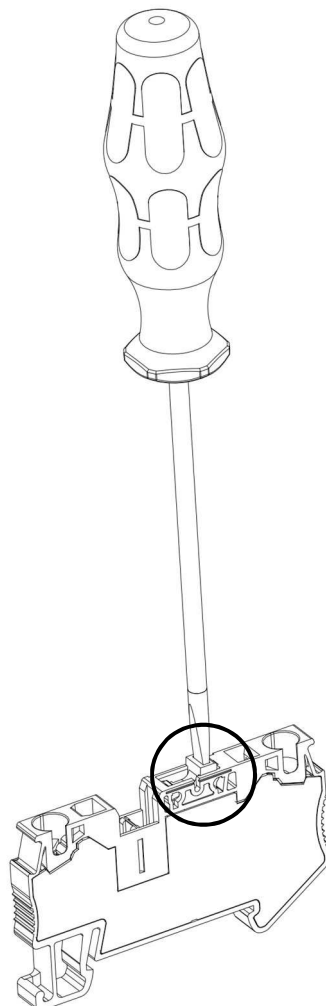

Рисунок 15 - паз размыкателя в пружинных клеммах типа «-РЗМ»
- Для изменения положения ножевого размыкателя установите отвертку в паз размыкателя (рис. 15).